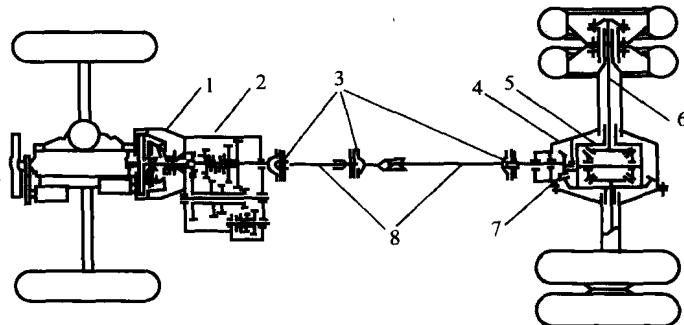

图 1-4 机械式传动系的组成(FR 型)
(1) 机械式传动系。机械式传动系如图 1-4 所示，后面将重点介绍。
汽车传动系的功用是将发动机发出的动力传给驱动轮。现代汽车传动系的组成受传动系的布置、类型及驱动方式等的影响而有所不同，现以发动机前置后轮驱动的机械式传动系为例介绍传动系的组成。如图 1-4 所示，机械式传动系主要由离合器 1、变速器 2、万向传动装置和驱动桥等组成。万向传动装置由万向节 3 和传动轴 8 组成。驱动桥由主减速器 7、差速器 5 和半轴 6 组成。发动机的动力依次通过各总成传给驱动轮，使汽车克服各种阻力而行驶。
(1) 发动机前置后轮驱动(FR型)。发动机前置后轮驱动(FR型)是传统布置方式，如图1-4所示。前、后轮质量分配较合理，后轮驱动易获得足够的驱动力。发动机、离合器、变速器的安装位置在驾驶员附近，因而操纵机构简单，但较长的传动轴影响传动效率。主要应用于大、中型货车上，在部分轿车和客车上也有应用。
- (1) 认识汽车的整体结构，区分汽车各大组成系统。
- (2) 认识汽车传动系组成，并观察动力传递路线(如图 1-4 所示为发动机前置后轮驱动传动系示意图)。
- (3) 认识汽车转向系组成，并观察转向力矩的传递路线。
- (4) 认识汽车制动系组成，并观察制动力的传递路线和工作情况。
- (5) 认识汽车行驶系组成，并观察分析地面对汽车重力的承受情况。